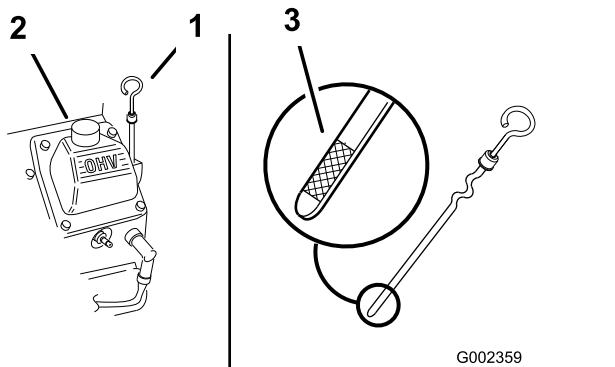

図 45
2. 給油口からごみが入ってエンジンを傷つけないように、ディップスティック 図 45 の周囲をウェスできれいに拭く。
3. ディップスティックを抜き取り、付いているオイルをウェスで拭きとってもう一度完全に差し込む (図 45)。
4. ディップスティックを引き抜いて油量を点検する。オイル量が 2 本のマーク F と L の間であれば適正である 図 45。
5. L 位置よりも少ない場合は、補給管についているキャップ 図 45 を取り、F 位置までオイルを補給する。